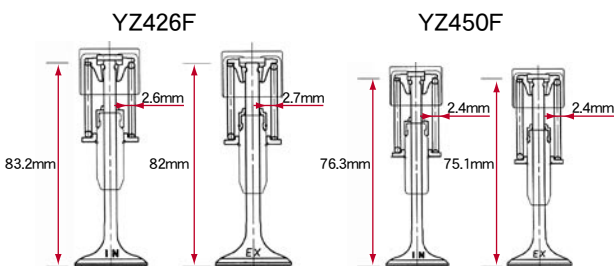

図4 吸排バルブ
鉄比較で重量約60%で強度に優れるチタン材採用の5バルブは、新たにチタン材に適したバルブ回りの設計を行なった。バルブスプリングの線径は現行の $\phi$  2.6mm (IN) 2.7mm (EX) から $\phi$  2.4mmへと小径化、バルブ長は7mm短縮し、バルブ単体重量も従来比で6%軽量化。これと高強度材採用の新バルブスプリングとの組み合わせで、ロス馬力低減とヘッド回りのコンパクト化を図った(図4)。